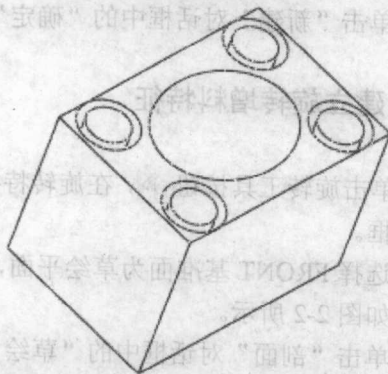

图 1-10
- (9) 单击按钮 ，结束预览。单击薄板拉伸特征按钮 ，并输入厚度值为 5，单击预览按钮，结果如图 1-10 所示。